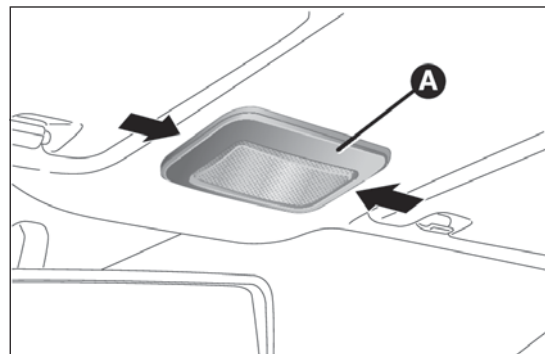
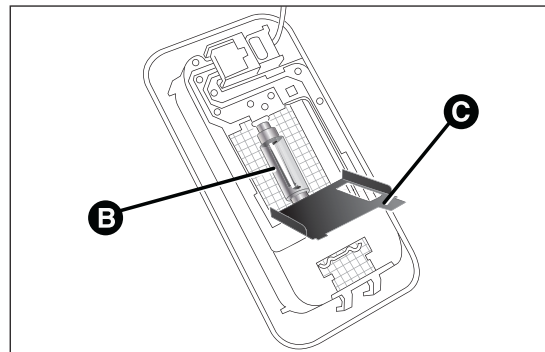

fig. 142
fig. 143
- ☐ presionar en el punto indicado por la flecha y retirar el plafón A fig. 142;
- ☐ abrir la tapa C fig. 143 y sustituir la lámpara B, soltándola de los contactos laterales;
- ☐ introducir la nueva lámpara B fig. 143, asegurándose de que esté totalmente bloqueada entre los mismos contactos;
- ☐ volver a cerrar la tapa C fig. 143 y fijar el plafón A fig. 142 en el mismo alojamiento asegurándose de que se bloquee correctamente.